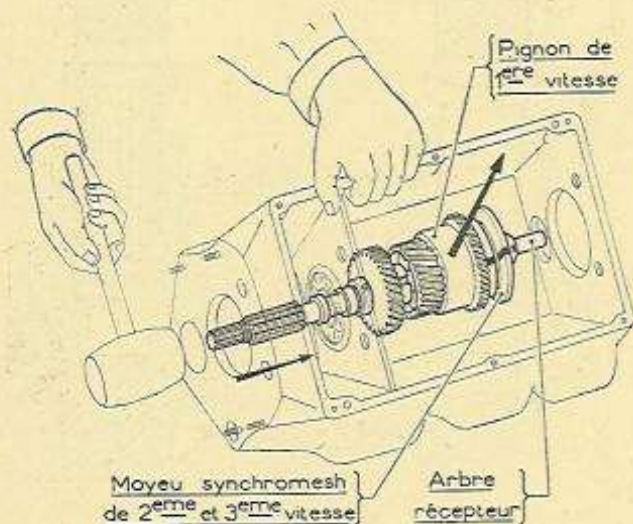

Figure 31.
- Chasser au mallet l'arbre récepteur en ayant soin d'orienter les dégagements de l'arbre en regard des trois cannelures du jonc synchroniseur (fig. 31).